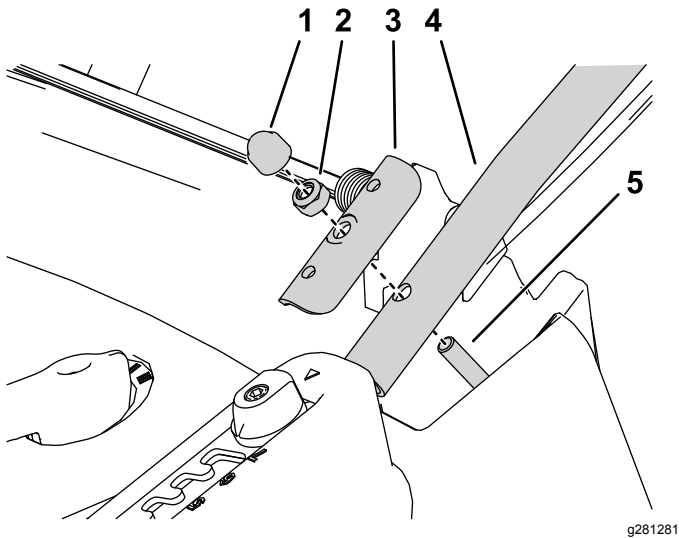

Bild 3
2. Bauen Sie den unteren Führungsholm mit einer Klemmenplatte und der im vorherigen Schritt aus dem Mähwerk entfernten Sechskant-Sicherungsmutter auf jeder Seite oben auf dem Mähwerk ein (Bild 3).